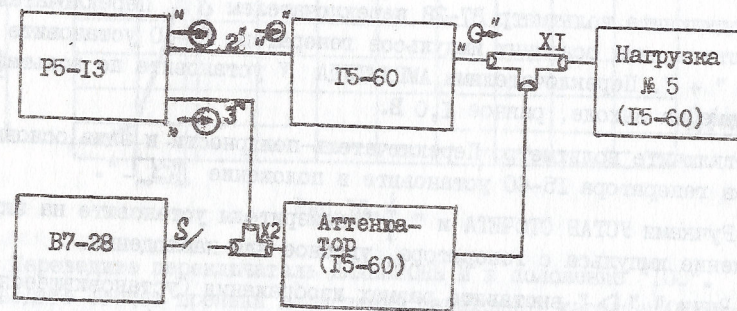

Рис.15
13.3.3.6. Определение погрешности калибровки вертикального тракта производится с помощью генератора Г5-60 и цифрового вольтметра по схеме, приведенной на рис.15. Подсоединение вольтметра, аттеннатора и нагрузки производится с помощью переключателя S и коаксиальных тройников X1, X2.